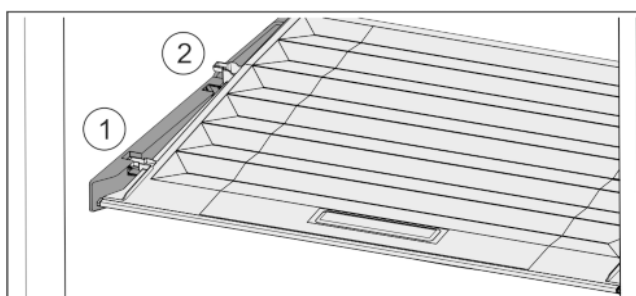

Fig. 28
- ▶ Pokrov povlecite naprej Fig. 28 (1) do odprtine v držalnih delih.
- ▶ Zadaj ga od spodaj dvignite in odstranite Fig. 28 (2) navzgor.